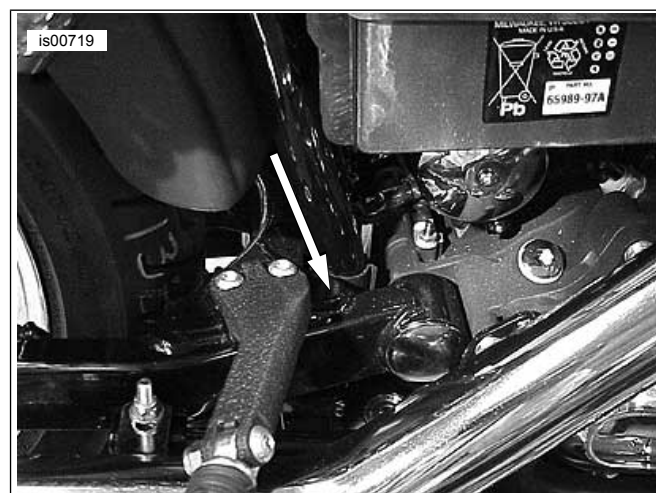

Figure 8. Points d'appui arrière (côté droit montré, le côté gauche est similaire)
3. Voir la Figure 8. À l'aide d'un outil approprié enveloppé dans un chiffon propre et doux, placé entre le bras oscillant et le cadre comme indiqué par la flèche, déplacer la roue arrière vers la gauche ou vers la droite selon les besoins pour fournir un dégagement à la jauge. Serrer les boulons de monture arrière en caoutchouc tout en faisant pression sur l'outil. Serrer les boulons à un couple de 30–37 N·m (22–27 ft-lbs).